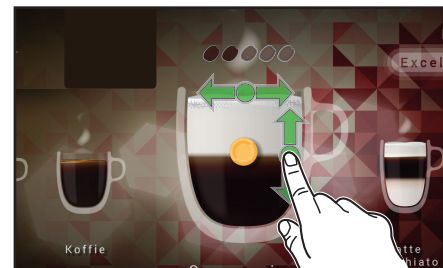

Рис. 4.6 - "Создание собственного напитка" - крепость > соотношение
- **КРЕПОСТЬ НАПИТКА** - сместить диск, находящийся в центре чашки влево или вправо (кофейные зерна выделяются и указывают крепость напитка) (рис. 4.6)
- **СООТНОШЕНИЕ ИНГРЕДИЕНТОВ** (действительно для смешанных напитков) - сместить диск вверх или вниз для регулирования количества ингредиентов (рис. 4.6).